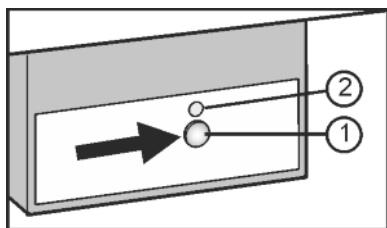

Fig. 9
- ▶ Apăsați tasta On/Off Fig. 9 (1), astfel încât să se aprindă LED-ul Fig. 9 (2).